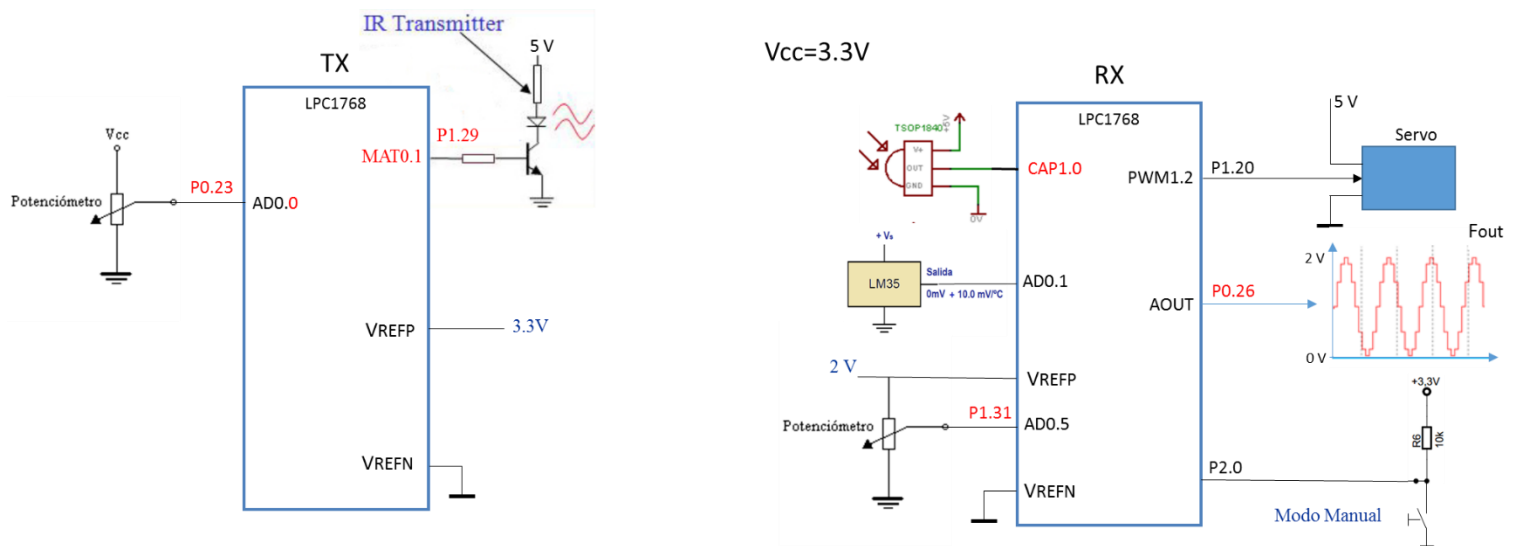

Figura 1. Diagrama de bloques del sistema
El diagrama de bloques de figura 1 muestra un sistema de control a distancia por infrarrojos de servomotor basado en el LPC1768 (Fcpu=100Mhz). El sistema consta de un módulo transmisor y un módulo receptor. El módulo transmisor (TX) dispone de un potenciómetro que permite controlar la posición del servomotor conectado al módulo receptor (RX) en un rango de 0 a 180º variando su recorrido.